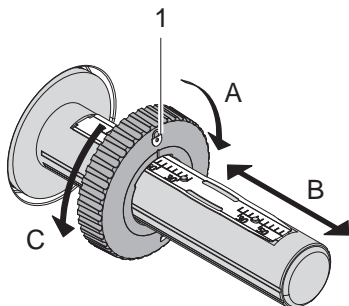

Figure 11 Réglage du flasque de positionnement
3. Régler le flasque de positionnement (1) du dérouleur (3) d'après la largeur du ruban (Figure 11) :
- Maintenir l'axe du dérouleur et déverrouiller le flasque de positionnement (1) en tournant dans le sens A.
- Déplacer le flasque de positionnement (1) vers la direction B et le régler à la largeur du ruban à l'aide des graduations.
- Maintenir l'axe du dérouleur et verrouiller le flasque de positionnement (1) en tournant dans le sens C.
4. Engager le rouleau de ruban (5) sur le dérouleur (3) jusqu'au flasque de positionnement (1), afin que le côté encre du ruban soit orienté vers le bas lors du déroulement.